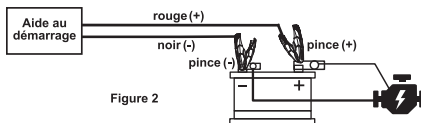

Figure 2
5. Aussitôt que le moteur démarre, attachez le fil positif à la borne de batterie et serrez la bride de la borne en prenant soin que la bride du Probooster et le fil de la batterie sont toujours connectés (fig. 2). Une fois que le fil positif a été sécurisé à la borne de batterie, éteignez le ProBooster et déconnectez la batterie.